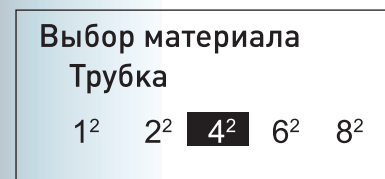

Рисунок 4.1-2
- 2) Выберите "Трубка", нажмите клавишу [↓] для перехода в строку выбора размера трубки, на дисплее отобразится: (как показано на рис. 4.1-2)